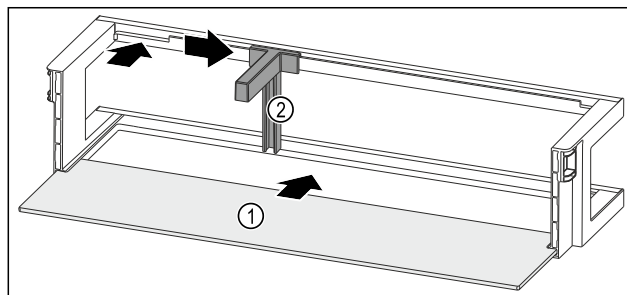

Fig. 96 Balconcino controporta con ripiano
- Inserire il ripiano Fig. 96 (1) negli incavi laterali.
- Inserire il portabottiglie Fig. 96 (2) nell'incavo.
- Far scorrere il portabottiglie Fig. 96 (2) lateralmente alla posizione desiderata.